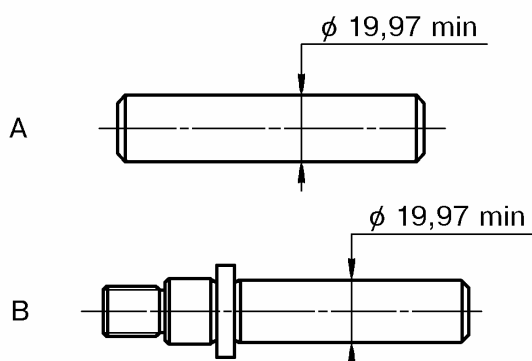

Рис.46. Ось промежуточной шестерни заднего хода:
4.2.16 Ось промежуточной шестерни заднего хода - 2101-1701092, 2107-1701092, рис.46.